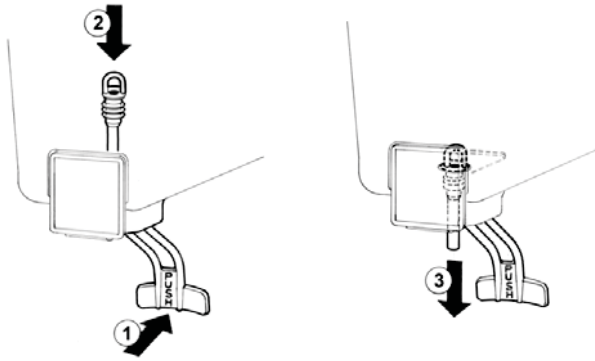

figura 5
2 Grifo con tubo de goma: empujar la palanca mando grifo (1) y insertar el tubo de goma de salida en su situación vertical en el fondo del contenedor (2). Tirar (3) ligeramente hacia abajo la extremidad del tubo de goma hasta ajustarlo completamente (ver figura 5).